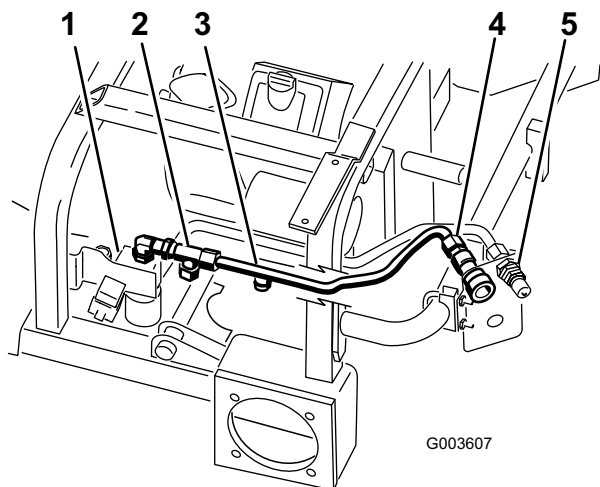

図 15
- 図 15を参照して、油圧ライン #2 をマシンに取り付ける。
- バルブの上面の90度エルボに取り付けたT字フィッティングに、油圧ライン #2 を接続する (図 15)。
- 油圧ライン #2 を上カップラ (メス) に接続する (図 15)。